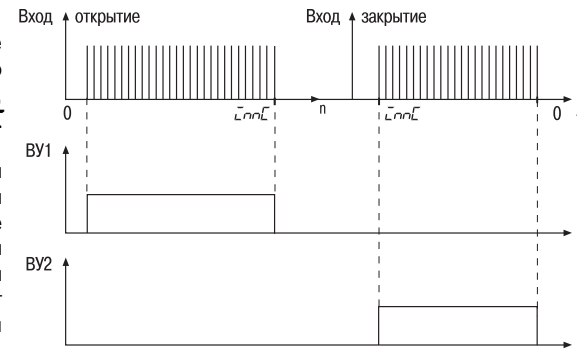

Рис. 9
3.2.9.1.3. При $PrES=2$ конечные положения определяются по достижении значения счетчика, равного значению параметра \bar{L}_{nnL} (рис.9).